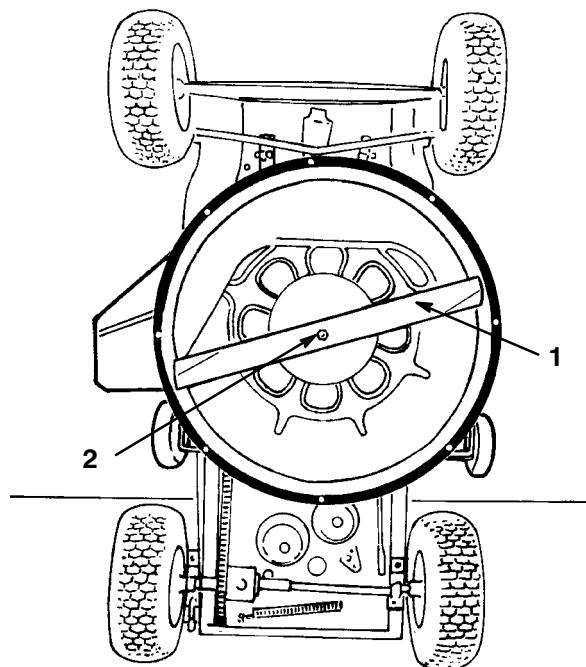

Figure 23
- Tenez la lame à son extrémité avec un chiffon ou un gant épais, puis enlevez le boulon, la rondelle et la lame (Fig. 23). Pour enlever le boulon, bloquez éventuellement la lame en introduisant une cale en bois entre la lame et le carter de tondeuse.
- Installez la lame, la rondelle et le boulon de fixation (Fig. 23).